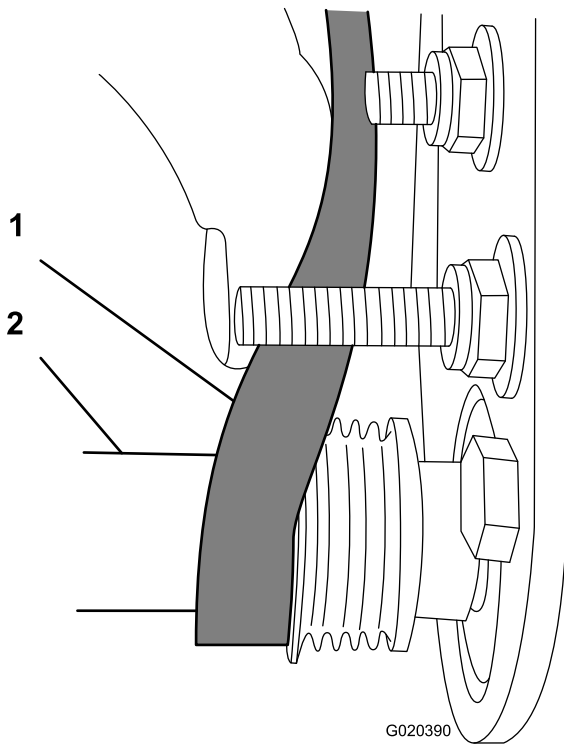

图 17
- 启动从动皮带轮上的皮带 图 17。
- 使用深套管9/16 英寸旋转滚筒刷组件并把皮带引入从动皮带轮 图 17。